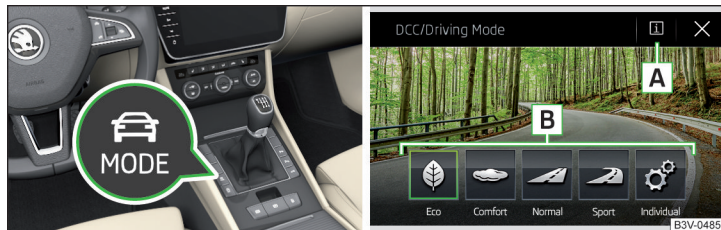

Abb. 301 Taste für die Auswahl des Fahrmodus / Anzeige im Infotainmentbildschirm
Die Taste **MODE** » Abb. 301 drücken.
Im Infotainmentbildschirm werden die folgenden Funktionsflächen angezeigt » Abb. 301.
- ▶ Durch Antippen der entsprechenden Funktionsfläche im Infotainmentbildschirm » Abb. 301.